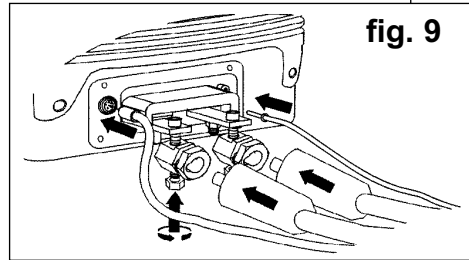

fig. 9
8.5. AIR PULLER & GROUND CABLE CONNECTION (fig. 9)